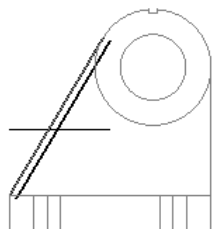
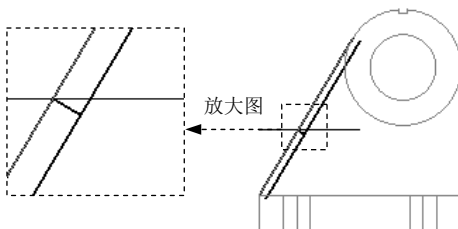

图 7.7.43 绘制辅助线
图 7.7.44 绘制垂线
① 选择命令。选择下拉菜单 命令，系统弹出“平行线”工具栏。
② 定义平行对象。在绘图区选取步骤 (2) 所绘制的直线为平行对象。
③ 定义平行距离及位置。在“平行线”工具栏的 文本框中输入值 3，然后直线以右的任意位置单击定义平行位置。
④ 单击 按钮完成平行直线的绘制。
(4) 绘制图 7.7.43 所示的辅助线。
① 定义绘图线型。在 下拉列表中选择第一个选项 。
② 选择命令。选择下拉菜单 **绘图(C)** → **线(L)** → **绘制任意线(E)...** 命令，系统弹出“直线”工具栏。
③ 绘制中心线。在“绘图视角”工具栏中单击 按钮调整构图面为右视视角；分别在“自动抓点”工具栏的 文本框、 文本框和 文本框中输入值 -40、40、0，并分别按 Enter 键确认；然后在“直线”工具栏的 文本框中输入值 40，按 Enter 键确认；在 文本框中输入值 0，按 Enter 键确认。
④ 单击 按钮，完成辅助线的绘制。
(5) 绘制图 7.7.44 所示的垂线。